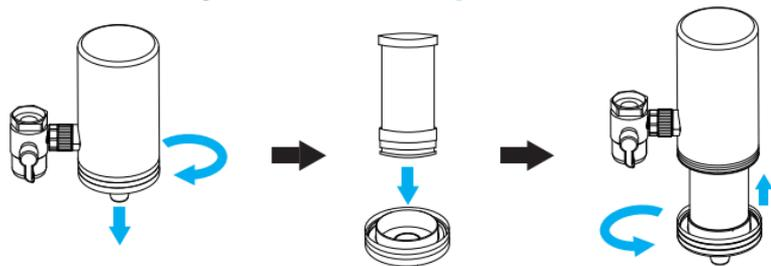

Figure 1.1
- 1 Sortez le filtre (A) et enlevez l'emballage.
- 2 Sortez le système et les adaptateurs (A3/B2) et tournez la base de filtre (D) dans le sens inverse des aiguilles d'une montre. Gardez le trou de sortie d'eau du filtre vers le bas et placez le filtre sur la base de filtre (D). Tournez la base de filtre (D) dans le sens des aiguilles d'une montre. [Figure 1.1]